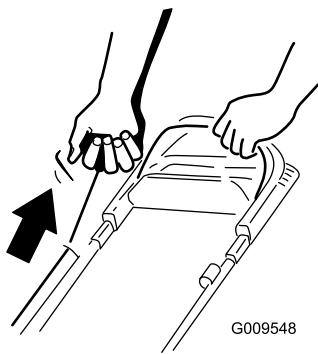

Figura 15
2. **Figura 15** Tirate leggermente la maniglia di avviamento a strappo fino ad avvertire una certa resistenza, quindi date uno strappo e lasciate che ritorni lentamente al guidacavo sulla maniglia.